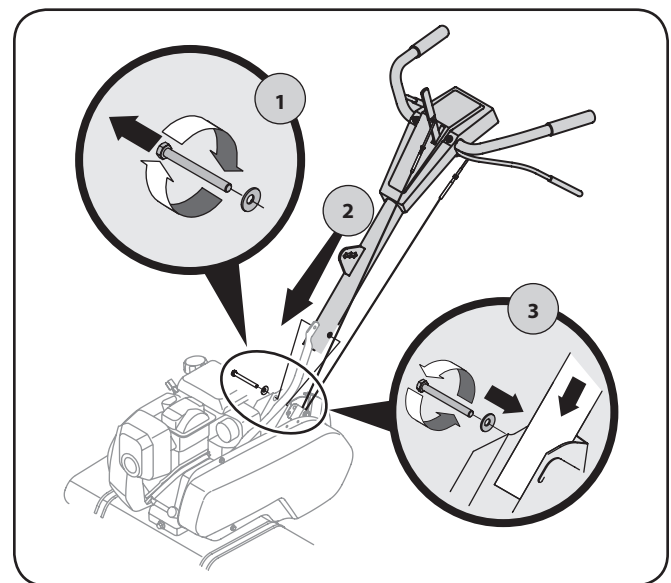

Figura 3-3
4. Retire el perno hexagonal y la arandela cónica del lado derecho del bastidor. Sostenga la ménsula de la guía del cable del lado izquierdo del chasis ya que se caerá al quitar el perno. El Paso 1 en la Figura 3-3.
5. Inserte la manija en el bastidor de la cultivadora según se muestra en el Paso 2 de la Figura 3-3.
6. Inserte el perno a través de la arandela cónica, el bastidor, la manija y dentro de la ménsula de guía del cable (observe que la muesca de la ménsula de la guía del cable pasa por encima de la brida sobre el bastidor). El Paso 3 en la Figura 3-3.